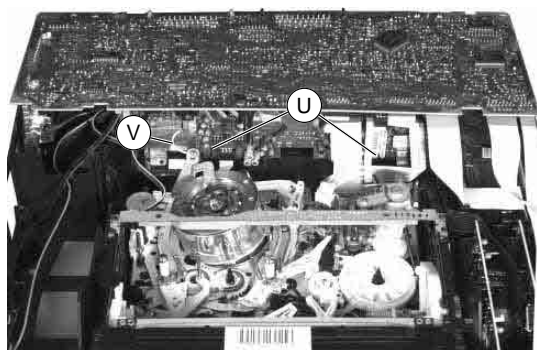

Fig. 17
- Chassisplatte II in die vorgesehenen Halterungen (U) stecken und Masseverbindung (V) herstellen (Fig. 17). Die Verbindungskabel zum Laufwerk sind dabei kontaktiert.
- Insert Family Board II into the holding forks (U) provided and connect the earthing cable (V) (Fig. 17).